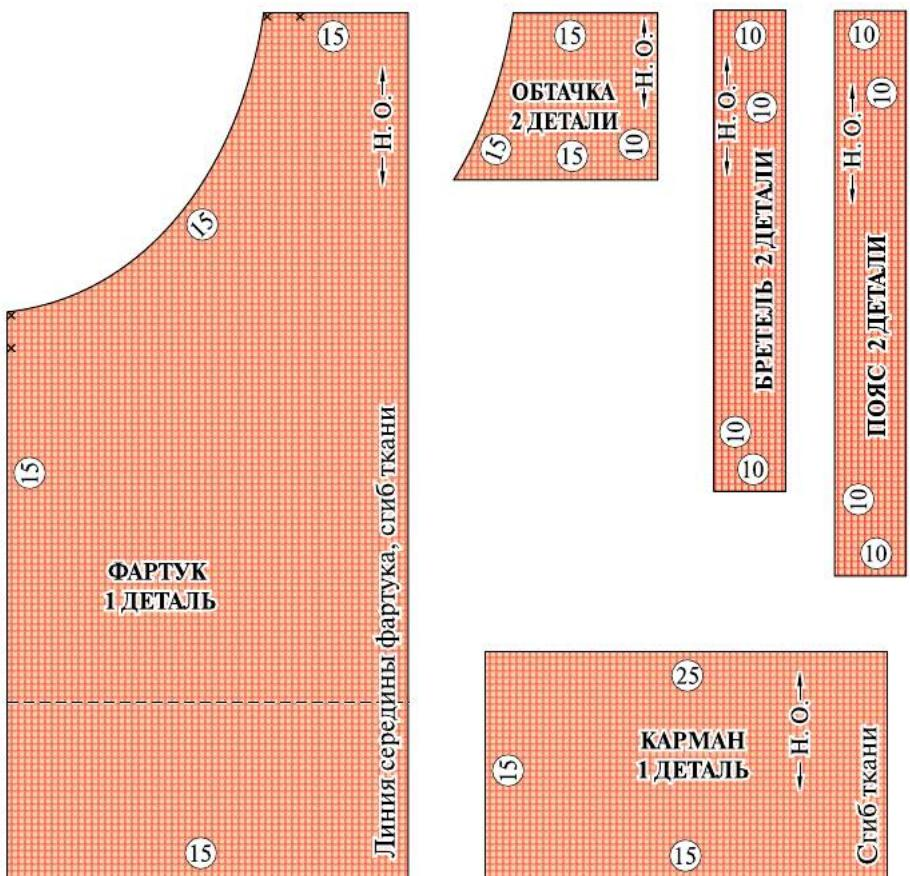

Рис. 6.39. Подготовка выкройки к раскрою
- обозначьте сгибы и срезы ткани, величины припусков на обработку для каждого среза в миллиметрах (рис. 6.39). Цифра, указывающая припуск на швы, обводится в кругочек;